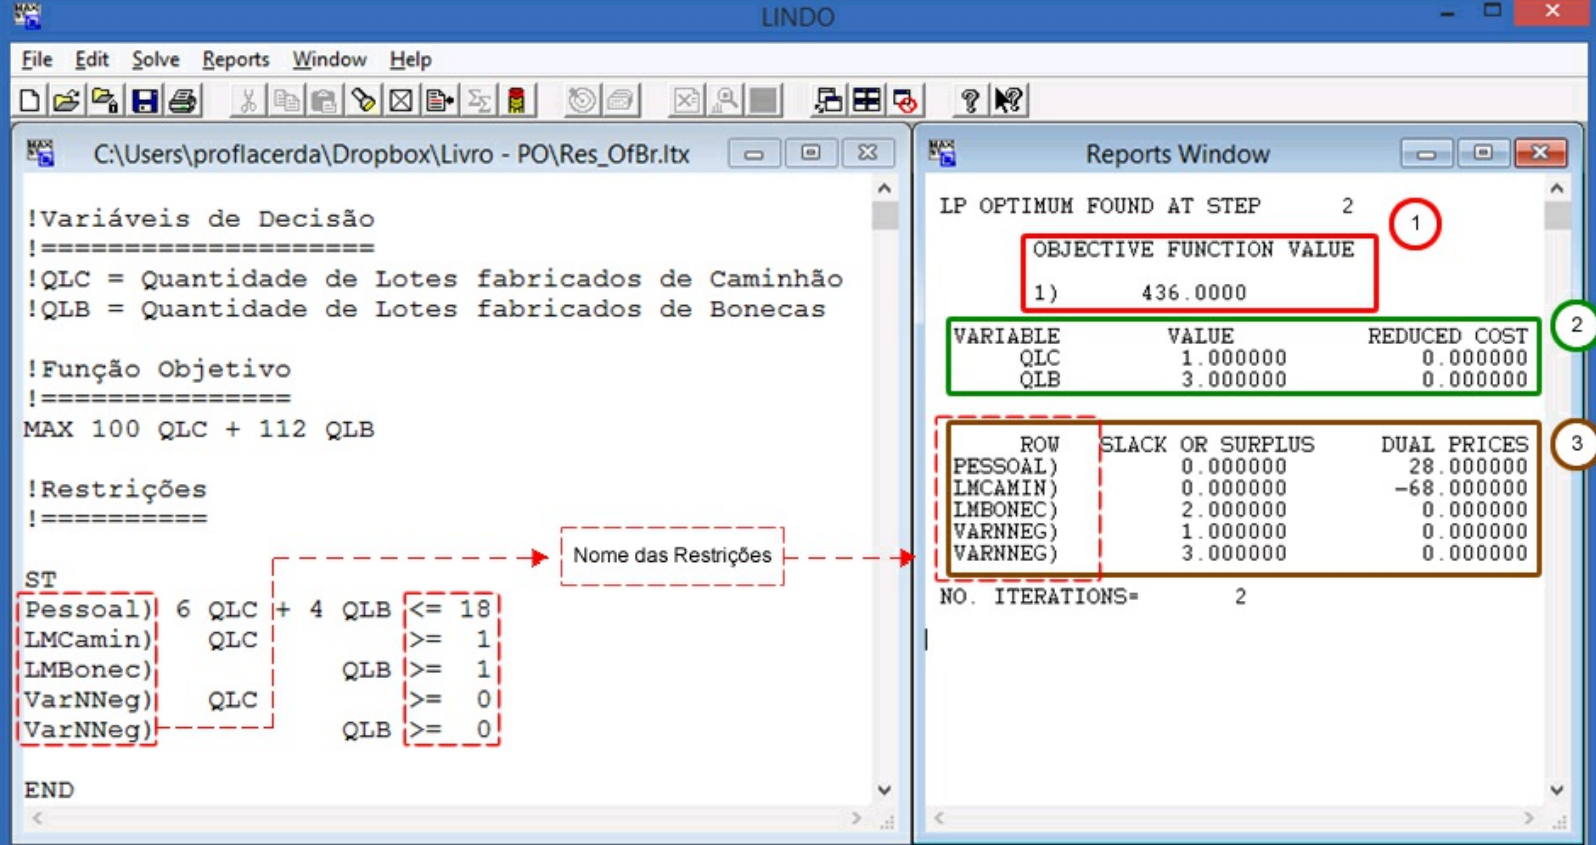
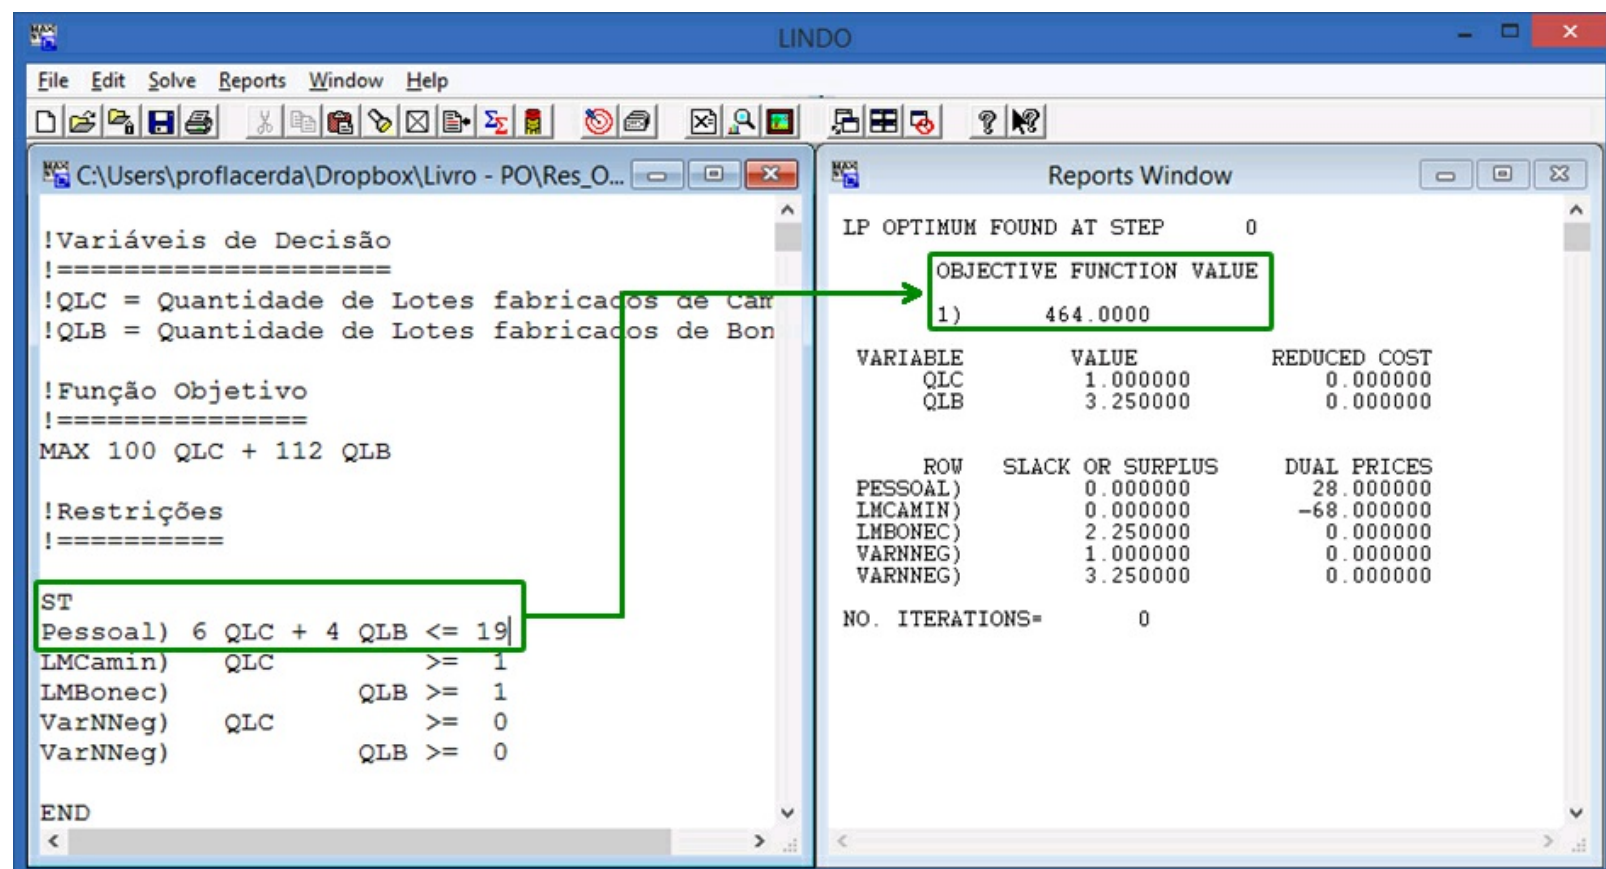

Figura 22 – Relatório de resolução do modelo original.
Figura 23 – Cenário A: Incremento do número de pessoas da oficina.
Muito bem, agora que você entendeu o valor das variáveis e o custo reduzido, podemos nos concentrar em analisar as restrições do nosso modelo. Para isso, vamos voltar ao nosso modelo original. Para facilitar seu entendimento repetimos o nosso modelo e sua solução na Figura 22. Passaremos agora a analisar o item 3 da Figura 22.
Agora vamos nos concentrar no Preço Sombra (*Dual Price*). O Preço Sombra nos diz o quanto o resultado encontrado pelo Lindo para a função objetivo melhoraria ou pioraria, caso houvesse o incremento ou redução em uma unidade na constante do lado direito da inequação (linha tracejada verde da Figura 22). Por um lado, podemos observar que se incrementássemos 1 (uma) Pessoa na nossa Oficina poderíamos incrementar o valor calculado para a função objetivo em R\$ 28,00 (vinte oito reais). Agora o resultado da nossa função objetivo passa para R\$ 464,00 (quatrocentos e sessenta e quatro reais), conforme a Figura 23. Por outro lado, se obrigássemos o modelo a produzir, no mínimo, dois lotes de caminhões reduziríamos o valor calculado para a função objetivo em R\$ 68,00. Dessa forma, o valor calculado para a função objetivo reduziria para R\$ 368,00, de